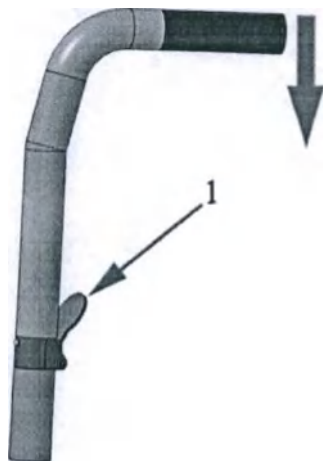
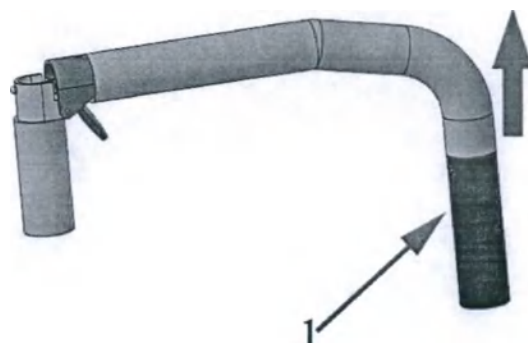

Рис.1.7
Рис.1.8
5.3 Спинки, сиденья изготовлены из прочной нейлоновой дышащей ткани. Спинка кресла складная по вертикальной оси. Для складывания спинки нажмите на флажки (поз.1, рис.1.7), расположенные на задней части спинки и потяните верхнюю часть спинки вниз. Для раскладывания спинки в рабочее положение потяните за ручки (поз.1, рис.1.8) спинки вверх до щелчка.